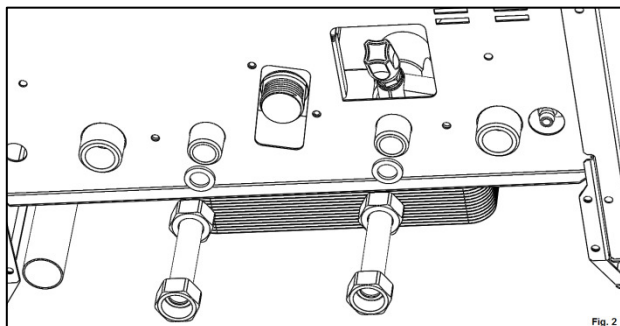

Fig. 2
2. Se monteaza tevile A pe racordurile G1/2 ale unitatii, impreuna cu 2 garnituri B, prin strangerea piulitelor pana la asigurarea unei etansari corespunzatoare (30Nm). (Fig. 2)